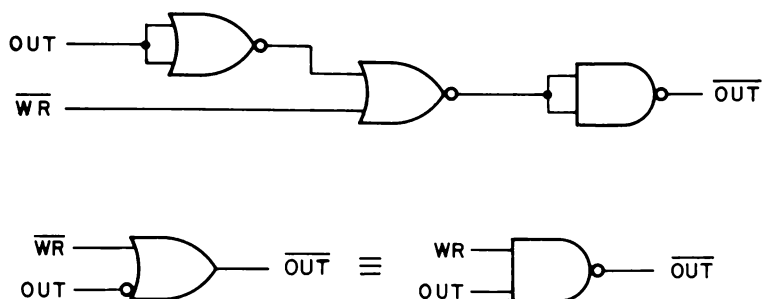

Fig. 6-13. Circuiteria logica per la generazione del segnale di controllo \overline{OUT}
Notate che in nessun altro momento il bit di stato OUT si trova a livello logico 1. Questa condizione vi permette unicamente di determinare due importanti condizioni che si verificano simultaneamente: (1) il codice dispositivo di I/O è presente sotto forma di due byte a 8 bit identici sul bus degli indirizzi di memoria a 16 bit, e (2) i contenuti dell'accumulatore sono presenti sul bus di dati bidirezionale esterno a 8 bit. Queste condizioni si verificano *solo quando sul bit di stato OUT viene effettuato un latch a livello logico 1*. Chiaramente, il bit di stato OUT si può usare per generare gli impulsi di selezione dispositivo che possono fornire impulsi di strobe dall'accumulatore ad uno specifico dispositivo di uscita. Nella Fig. 6-8 è disegnata una freccia verticale verso il fondo della figura per indicare il momento in cui sui dati in uscita dall'accumulatore può essere effettuato un latch da parte di un dispositivo esterno. Un microcomputer 8080 genererà un impulso \overline{OUT} di 500 ns nel periodo in cui il bit di stato OUT è a livello logico 1. Nella Fig. 6-13 vedete l'insieme di circuiti logici usati per questo, cioè un semplice gate NAND a due ingressi che viene abilitato solo quando WR e OUT sono entrambi a livello logico 1. L'ampiezza d'impulso di 500 ns è una conseguenza dell'ingresso \overline{WR} che rimane a livello logico 0 solo per 500 ns, come si può vedere nella Fig. 6-7.